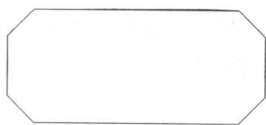

图 2-2 倒角
- 倒角: 为矩形设置倒角的距离, 结果如图 2-2 所示。倒角代表角上的一个倾斜边。